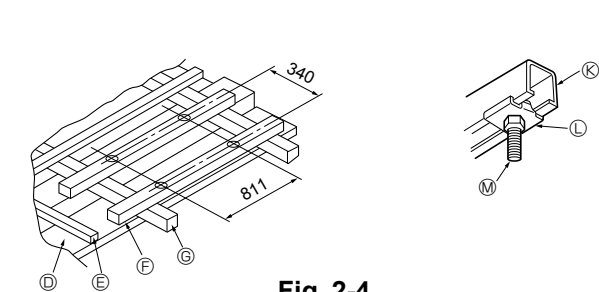

Fig. 2-4
① Estruturas de madeira (Fig. 2-4)